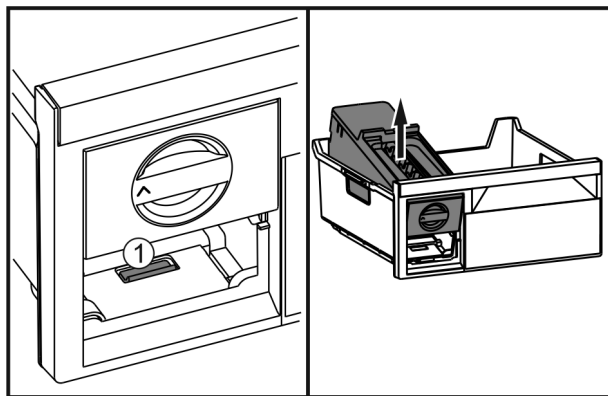

Fig. 40
- ▶ Stlačte západku Fig. 40 (1), EasyTwist-Ice zezadu zvedněte a vyjměte z mrazicí zásuvky.